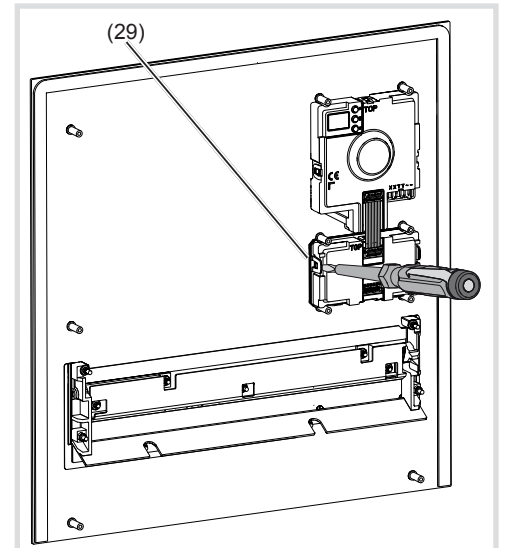

Bild 22: Ruftaster-Modul Einsatz entriegeln
- Zur Entnahme des Ruftaster-Moduls die seitlichen Haltelaschen (29) der Modul-Halterung durch vorsichtiges Hebeln mit einem Schraubendreher entriegeln (Bild 22).